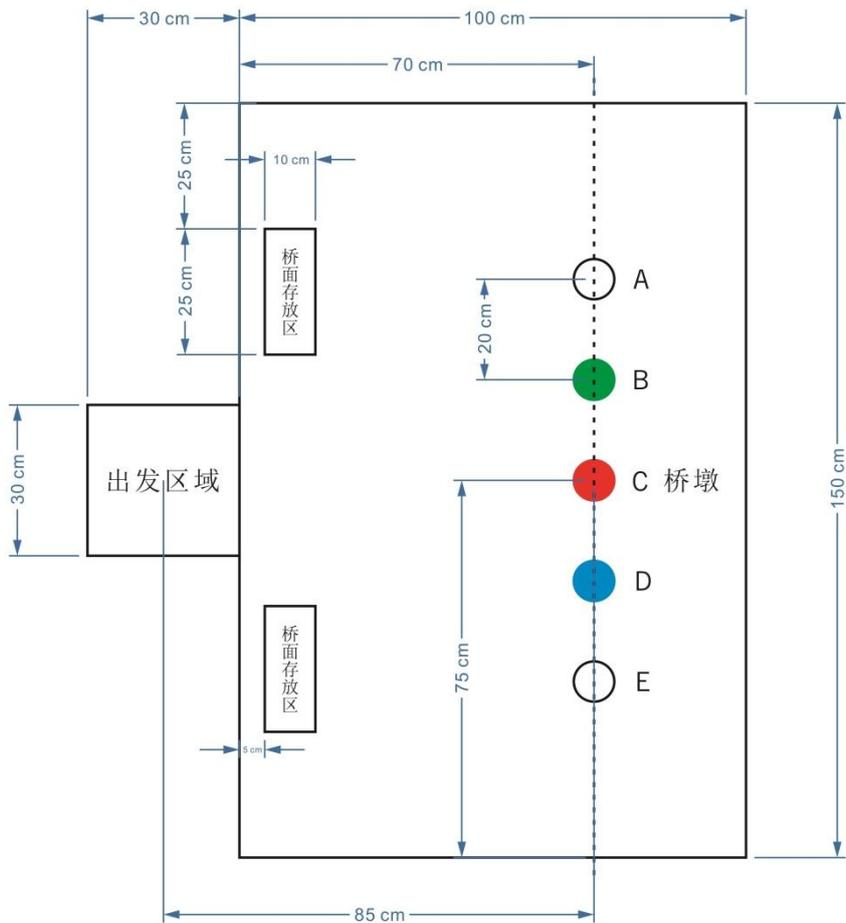
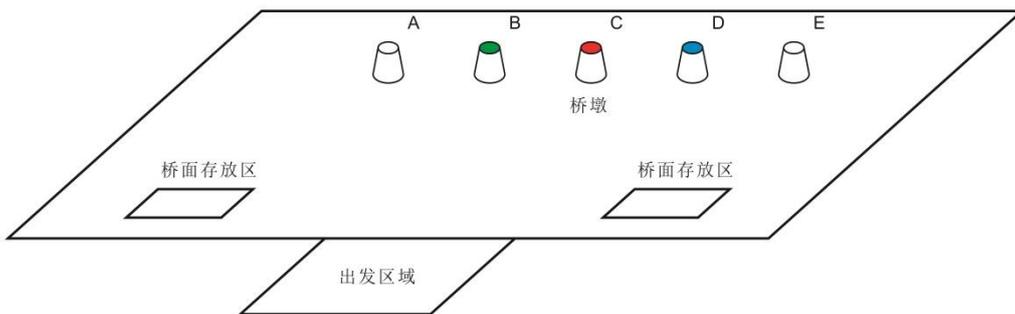

图 1 任务场地俯视示意图
图 2 任务场地侧视示意图
2. A、B、C、D、E 分别代表 5 个桥墩的位置，其中 B 为绿色，C 为红色，D 为蓝色，A、E 的颜色不作要求，可以为任意颜色，5 个桥墩的中心在同一直线上，相邻桥墩的中心距离为 20cm，桥墩的具体位置如图 1、图 2 所示，其位置需要在搭建时标记出来。
任务区里有两个存放区，每个存放区长宽约为 25cm × 10cm，如图 1、图 2 所示，每个存放区桥面的数量、位置和方向均不作要求，但桥面在摆放时不得超出存放区外。